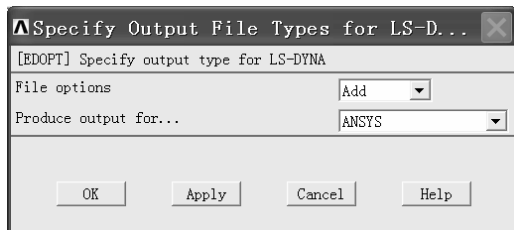

图 10-39 “Specify Output File Types for LS-D...” 窗口
(2) 在“Solution Time for LS-DYNA Explicit”窗口中“[TIME] Terminate at Time:”后的方框中输入“0.2”，然后单击该窗口中的“OK”按钮。
(3) 依次选择 Main Menu>Preprocessor>Solution>Output Controls>Output File Types, 弹出“Specify Output File Types for LS-D...”窗口(见图 10-39)。
(4) 在“Specify Output File Types for LS-D...”窗口中“File options”后的方框中选择“Add”。在“Produce output for...”后的方框中选择“LS-DYNA”，然后单击该窗口中的“OK”按钮。